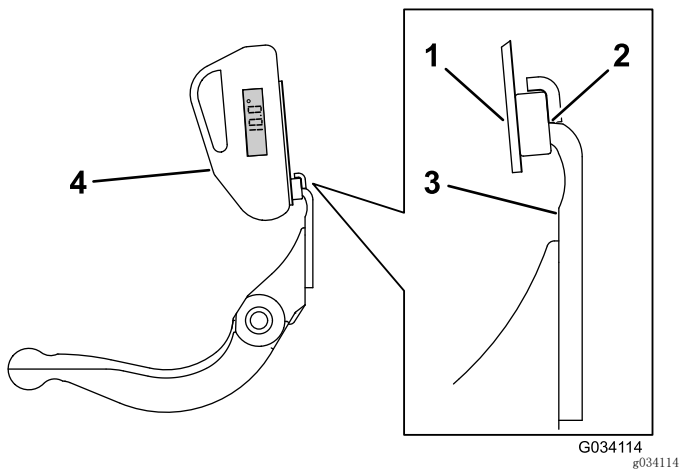

图67
3. 将角度指示器底座放在底刀边缘上，以使磁体边缘与底刀边缘紧密配合（图67）。
4. 如 图67 所示，将角度指示器放置到底座上。